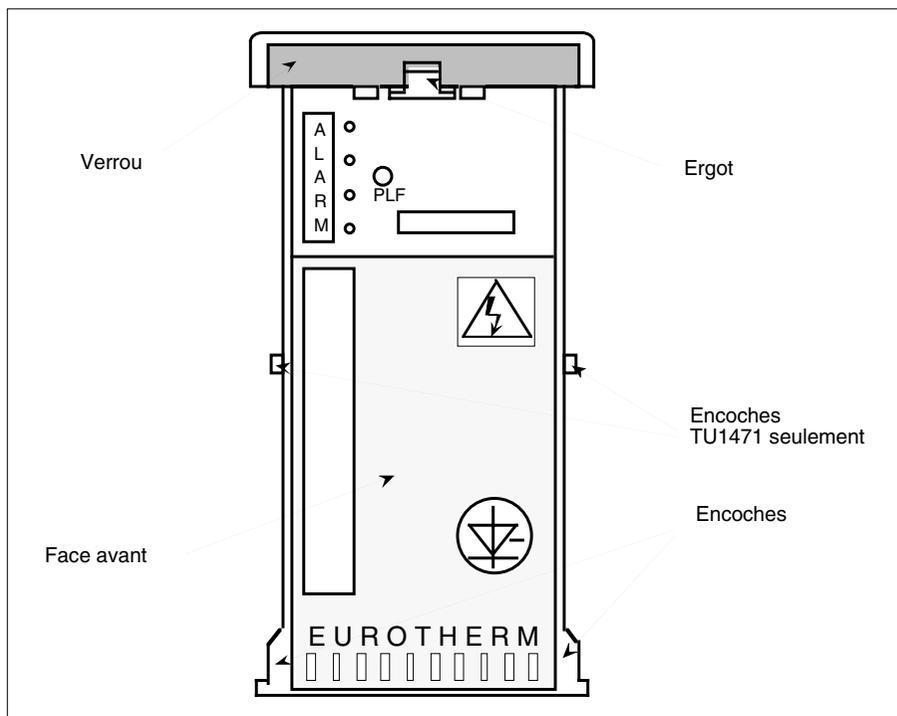

Figure 2-5 Face avant
- Insérer un tournevis fin (**3,5 mm**) et pousser l'ergot interne (voir figure 2-5).
- Insérer à fond les encoches de la face avant dans les rainures latérales du radiateur (voir figure 2-5).
- enlever la face avant (voir figure 2-5)